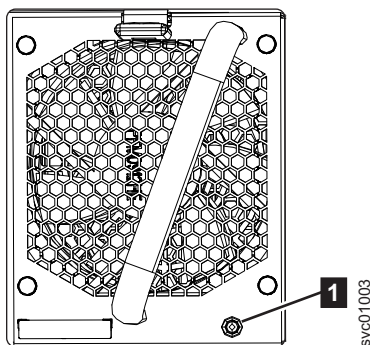

Abbildung 123. Lüftermodul-LED
**Wichtig:** Da für diese Aufgabe das Speichersystem ausgeschaltet werden muss, versuchen Sie immer zuerst einen Lüfteraustausch. Informationen zu den Prozeduren zum Entfernen und Einbauen finden Sie in „Lüftermodul entfernen: 2145-92F“ auf Seite 130 und „Lüftermodul installieren oder austauschen: 2145-92F“ auf Seite 105. Stellen Sie sicher, dass beide Lüfter ordnungsgemäß installiert sind. Führen Sie die folgende Prozedur nur aus, wenn die bernsteinfarbene Fehler-LED an den einzelnen Lüftern weiterhin aufleuchtet ( **1** in Abb. 123).